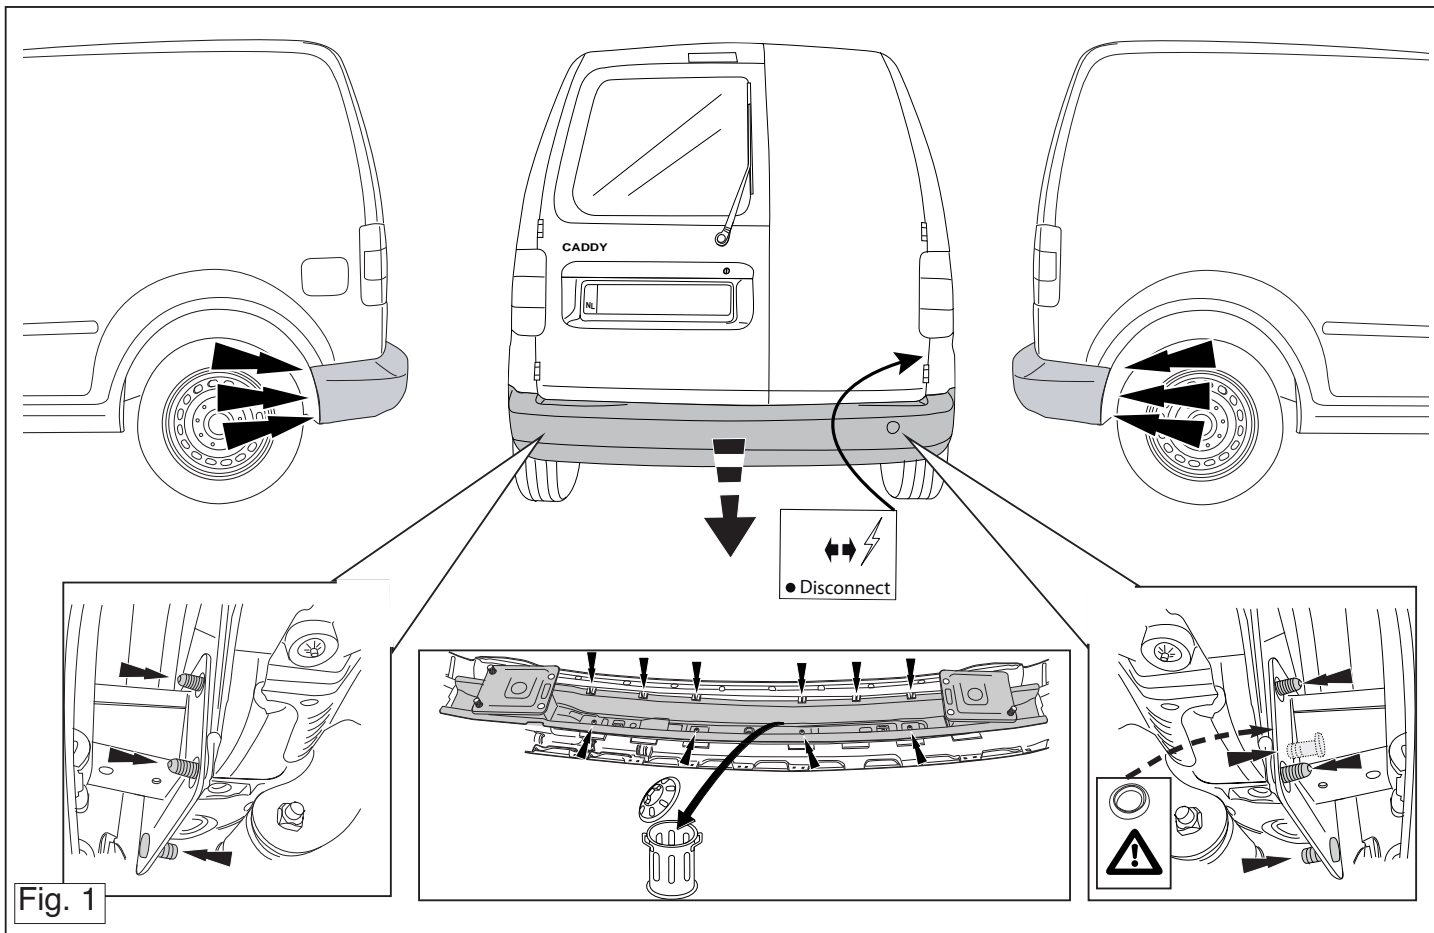

Fig. 1
1. **Attenzione: se presente:** Staccare i fili del PDC. (Vedere Fig. 1).
2. Smontare il paraurti e la barra d'acciaio dal veicolo la barra in acciaio non dovrà più essere montata. (Vedere Fig. 1).
1. **Uwaga, jeżeli są obecne:** De bedrading van de PDC aansluiten. (rys.1).
2. Zdemontować z pojazdu zderzak wraz ze stalową belką zderzakową, belka zderzakowa nie będzie ponownie używana. (rys.1).